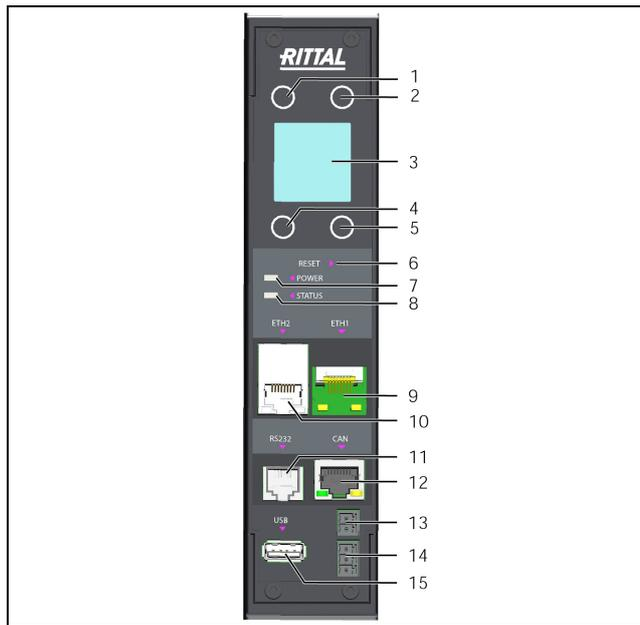

Abb. 5: Bedien- und Anzeigeelemente sowie Anschlüsse CMC III PU 19" Edition
Die Bedien- und Anzeigeelemente sind in Abb. 5 dargestellt.
In der Front der CMC III PU 19" Edition ist eine Multi-LED zur Statusanzeige integriert (Abb. 5, Pos. 8). Des Weiteren sind am CAN-Bus-Anschluss (Abb. 5, Pos. 12) sowie an den Ethernet-Schnittstellen (Abb. 5, Pos. 9 und
Die einzelnen Menüpunkte werden über die „Abwärts“- (Abb. 5, Pos. 5) bzw. die „Aufwärts“-Taste (Abb. 5, Pos. 2) angewählt. Zwischen den einzelnen Menüebenen wird über die „Esc“-Taste (Abb. 5, Pos. 1) bzw. die „Return“-Taste (Abb. 5, Pos. 4) gewechselt.
- Drücken Sie so oft die „Aufwärts“-Taste (Abb. 5, Pos. 2) bzw. die „Abwärts“-Taste (Abb. 5, Pos. 5), bis die gewünschte Ziffer an der ersten Stelle der PIN angezeigt wird.
- Drücken Sie die „Return“-Taste (Abb. 5, Pos. 4), um zur zweiten Stelle der PIN zu wechseln.
- Drücken Sie abschließend die „Return“-Taste (Abb. 5, Pos. 4).